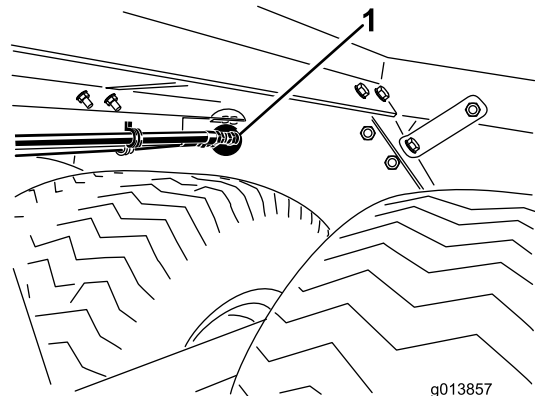

Bild 2
7. Stellen Sie sicher, dass die Zulauf- und Auslaufanschlussstücke und die Befestigungshalterung der Schlauchführung ungehindert in die runden Löcher in der Chassissrückwand passen (Bild 2).